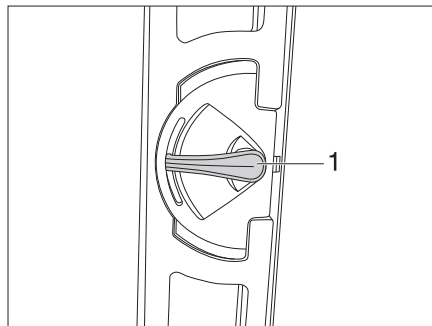

Fig. 21 Cerradura de la puerta de entrada, en el interior, abierta
- Presionar hacia abajo el tirador de la puerta (Fig. 21,1).